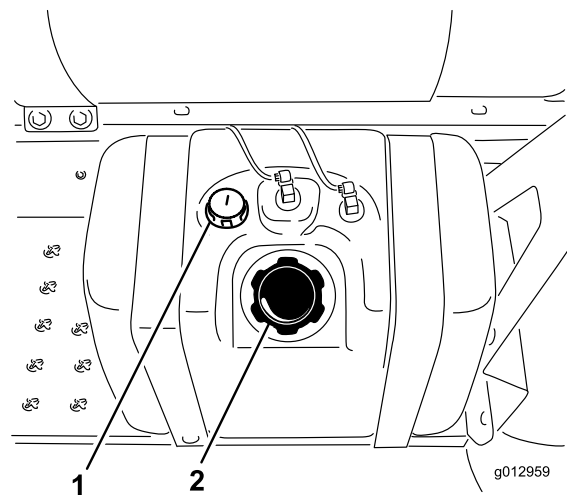

Bild 17
3. Reinigen Sie den Bereich um den Tankdeckel (Bild 17).